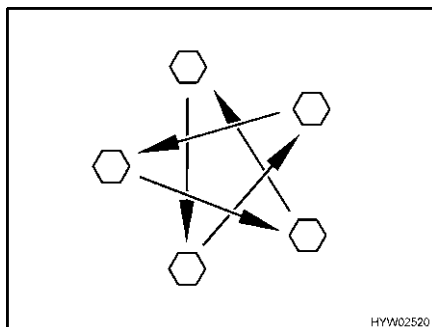

Fig. 228 Apretar las tuercas o los tornillos de las ruedas en forma de cruz
- Comprobar periódicamente que las tuercas o tornillos de las ruedas estén firmemente apretados. Reajustar en forma de cruz (Fig. 228) las tuercas o tornillos después de cambiar una rueda, al cabo de 50 km. Par de apriete, véase apartado 13.5.2.
- ▷ Apretar en forma de cruz las tuercas o los tornillos de las ruedas (Fig. 228).